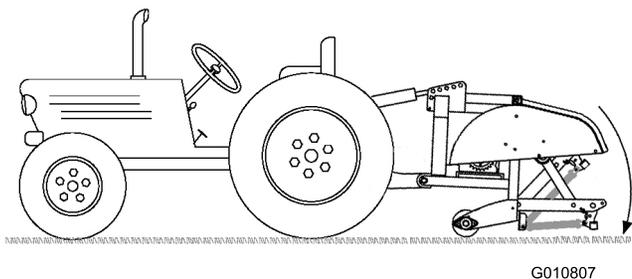

Figura 14
4. Baixe completamente o arejador até ao solo e expanda completamente o cilindro da articulação superior hidráulica ou a articulação superior (Figura 14).